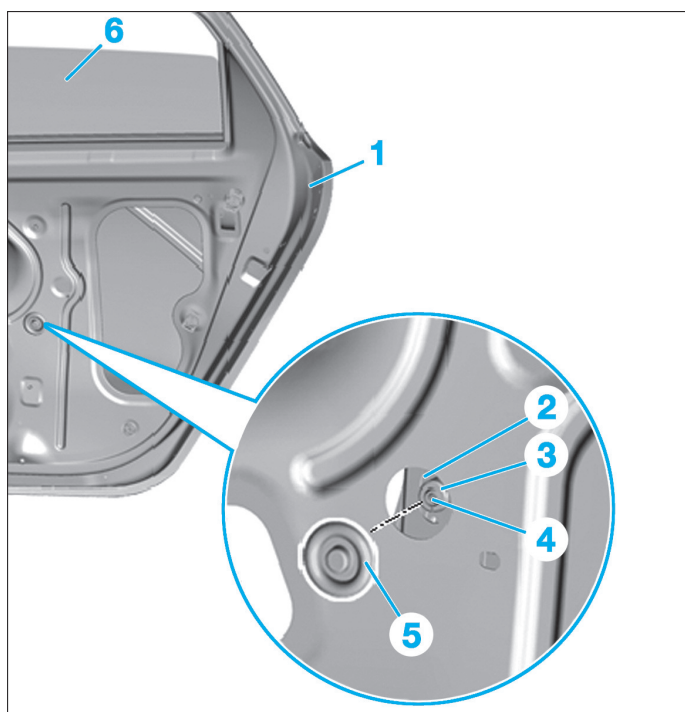

FIG. 92
- Retirer l'obturateur (5) (Fig.92).
- Abaisser la glace de porte (6) jusqu'à ce que la goupille expansible (4) et la cheville expansible (3) soient accessibles dans la découpe du lève-glace (2).
- Visser une vis de Ø 5 mm (env. 70 mm de long) dans la goupille expansible (4) et retirer la vis de la cheville expansible (3).
- Visser une vis de Ø 8 mm (env. 80 mm de long) dans la cheville expansible (3).